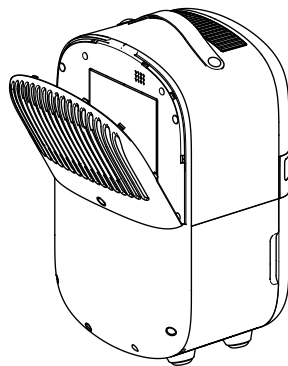

рис. 7
3. Зніміть кришку фільтра (6) з приладу, вийміть фільтр HEPA (10) і вугільний фільтр (рис. 7). Попередньо пропилососьте решітку (6) м'якою щіткою, вимийте у воді з миючим засобом, потім прополощіть і висушіть. Сітка в решітці (фільтр попереднього очищення) повинна бути абсолютно чистою і сухою після миття. У разі сильного забруднення повторіть операцію очищення. Пропилососьте вугільні та HEPA-картриджі тонкою щіткою, але не мийте їх у воді. Після очищення встановіть фільтри на свої місця. Чистіть їх кожні 2-3 тижні. У разі механічних пошкоджень замініть їх на нові. Замінійте фільтри на нові кожні 3-6 місяців.